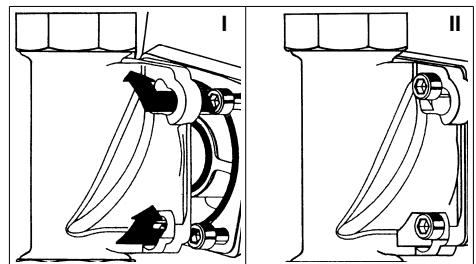

Abb. 6: Einbaudrehflansch mit Bajonett
- An den Einbaudrehflansch so ansetzen, dass die Schraubenköpfe durch die Bajonettbohrungen hindurch gehen (siehe Abb. 6 I).
- Den Einzelenthärter ca. 30° im Uhrzeigersinn zurückschwenken und die vier Innensechskantschrauben festziehen (siehe Abb. 6 II).